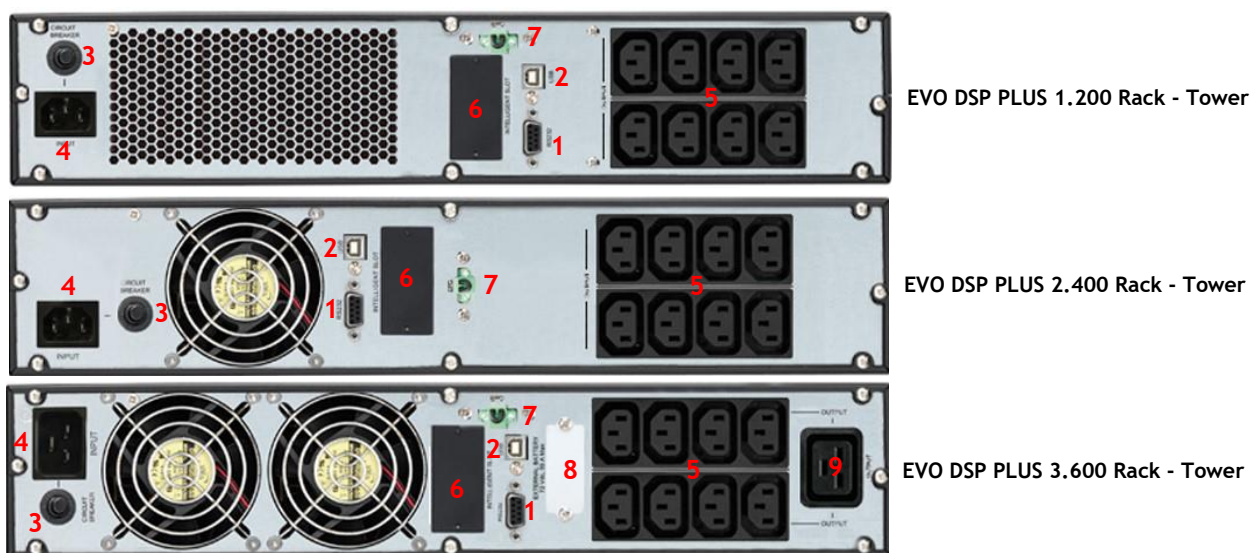

Figura 4 - Pannello Posteriore
I prodotti EVO DSP PLUS Rack Tower hanno sul retro il connettore EPO (Emergency Power Off) (vedi figura 4), che permette di disattivare immediatamente l'Uscita dell'UPS a distanza in caso di emergenza.
2. Tramite il cavo di alimentazione in dotazione collegare la presa d'Ingresso rete (vedi figura 4) ad una **presa di alimentazione elettrica che deve avere obbligatoriamente una connessione a terra secondo le norme vigenti**. Verificare accuratamente il collegamento a terra della presa d'alimentazione elettrica.
- 3.1. Rimuovere la copertura metallica (#7) sul retro dell'UPS (vedi figura 4), per accedere al Connettore Box Batterie.